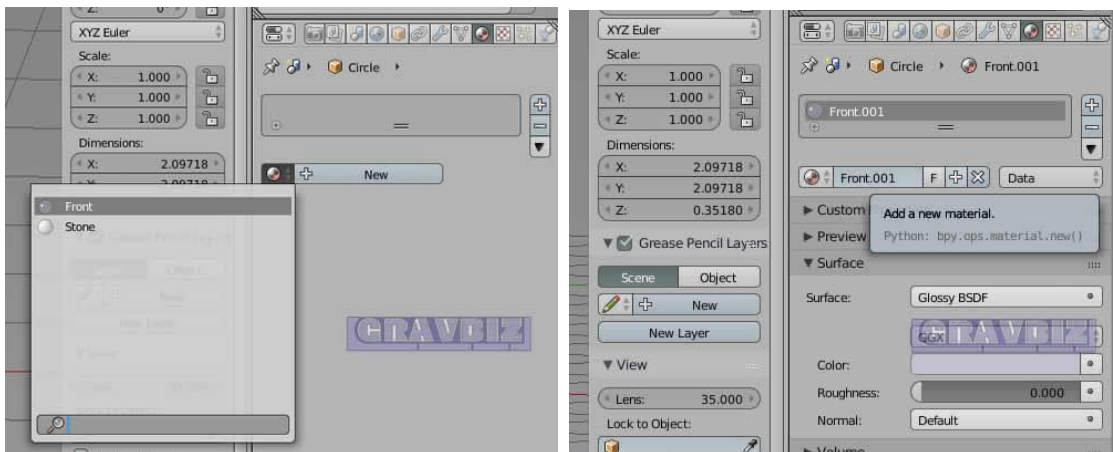

Рисунок 111. Вкладка *USE Nodes*
12. Выделить шинку *RMB* и слева от *New Material* кликнуть на круг и выбрать *Front* (Рисунок 111 (1));
13. Добавить новый материал. Кликнуть кнопку *+* справа от названия материала (Рисунок 111 (2));